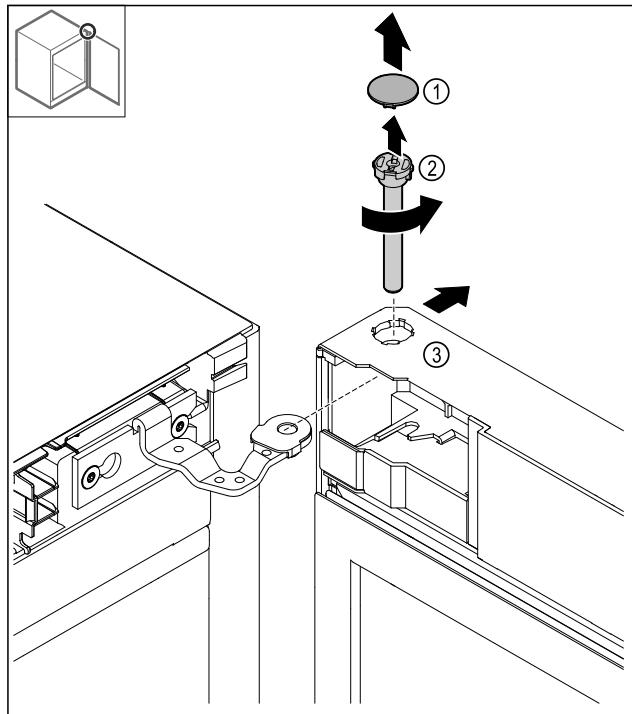

Fig. 19
► Свалете капака Fig. 19 (1).
► Развийте болта Fig. 19 (2) обратно на часовниковата стрелка и го изтеглете.
► Наклонете леко вратата Fig. 19 (3).